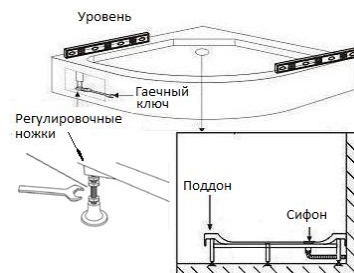

Рис.1
2. Установка и выравнивание поддона (рис.1).